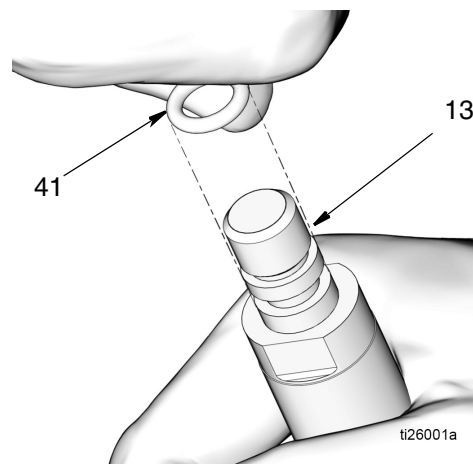

Рис. 23
- с. Извлеките уплотнительное кольцо круглого сечения (41) из штока поршня (13) (Рис. 23).